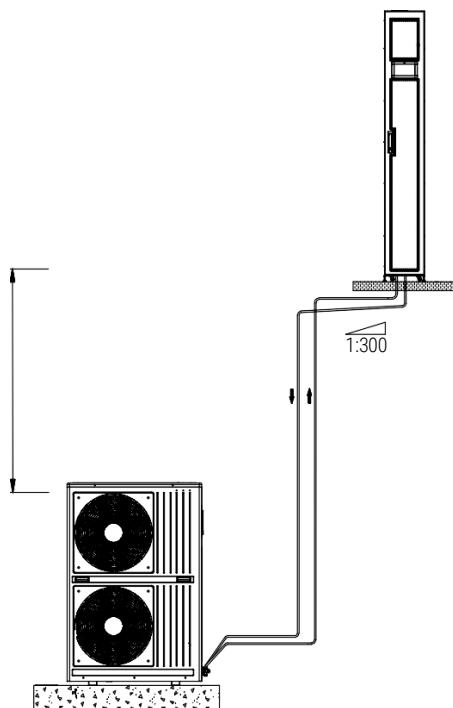

Рис. 3-2 Принципиальная схема установки отрицательного перепада
- Отрицательный перепад: положение установки внутреннего блока выше, чем наружного (рис. 3-2). Схема установки в этом положении должна соответствовать следующим принципам: